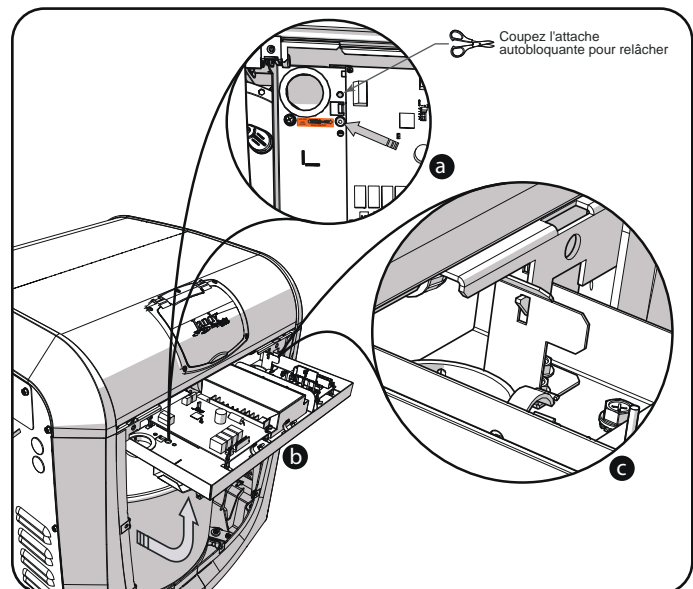

Figure 4. Accéder au chemin de câbles et le verrouiller
- En utilisant un tournevis ou un outil semblable, appuyez sur l'orifice de relâchement du chemin de câbles jusqu'à ce que le verrou soit libéré et le chemin de câbles dégagé. Voir Figure 4 (a).
- Dégagez le chemin de câbles vers le haut, dans une position horizontale. Voir Figure 4 (b).
- Verrouillez le chemin de câbles en position à l'aide du support. Voir Figure 4 (c).